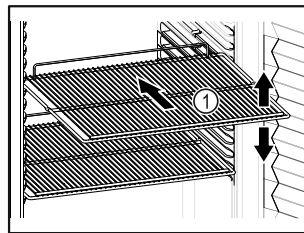

Fig. 71 Voorbeeld
- Indien de legroosters Fig. 71 (1) verplaatsbaar zijn, deze aan de hoogte aanpassen.